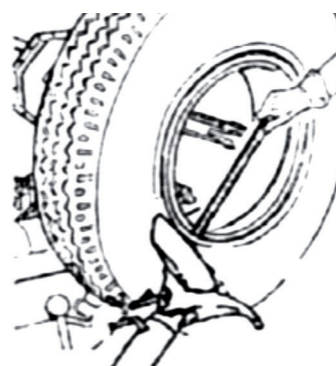

Рис. 20.
5. С помощью лома уложите кольцо на край обода и проверните вал (рис. 20).